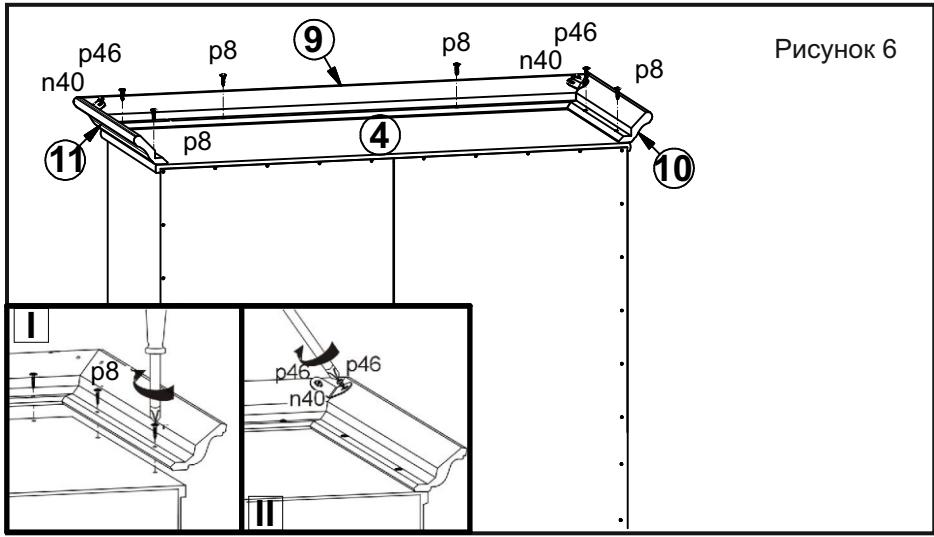

Рисунок 6
12. Соединить планки декоративные из МДФ 9, 10, 11 между собой с помощью уголков n40 и шурупов p46, а затем закрепить на щите верхнем 4 шурупами p8 (см. рис. 6).